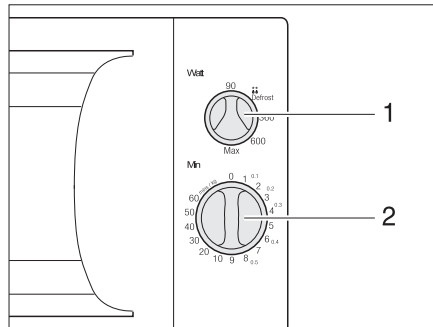

Fig. 129 Boutons de commande du four à micro-ondes
- Sélectionner la puissance sur le bouton tournant (Fig. 129,1).
- Sélectionner la durée de cuisson sur le bouton tournant (Fig. 129,2). La cuisson commence.